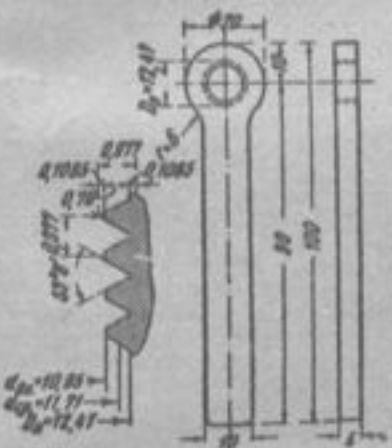

Рис. 2
1) Плашка (рис. 2) для исправления резьбы 1. Она изготавливается из полосуевой углеродистой стали марки МСТ-6 (химический анализ стали: углерода — 0,88—0,50, марганца — 0,50—0,80, кремния — 0,16—0,30, серы — не более 0,055, фосфора — не более 0,050). Обработка производится кругом под один треугольник. Все размеры должны быть выдержаны соответственно указанным на рис. 2.